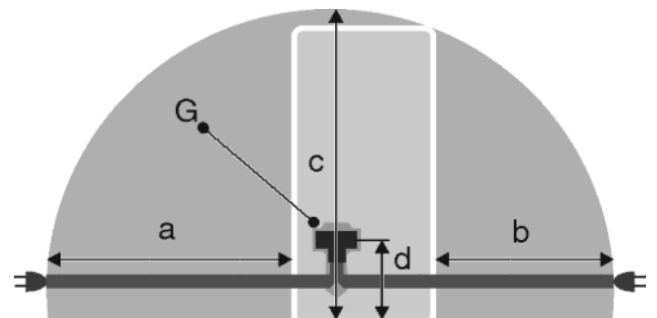

Fig. 20
- Розетка находится вне зоны задней стенки в данной зоне. *Fig. 20 (a, b, c)*
- ▶ Штекер устройства *Fig. 20 (G)* подсоединить с задней стороны устройства. Следить за правильной фиксацией.